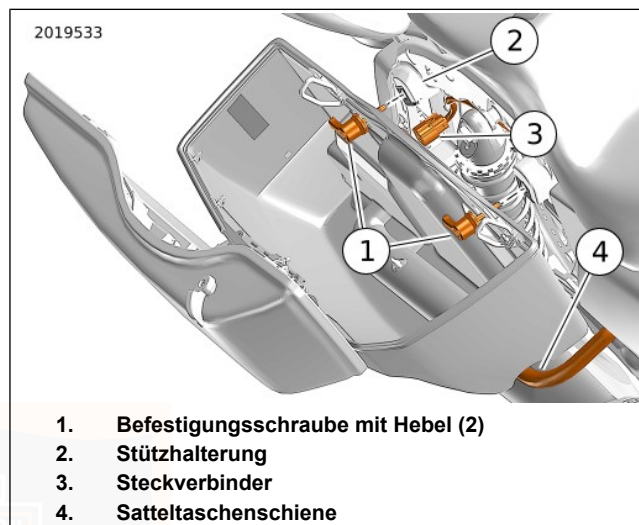

Abbildung 80. Ausbau/Einbau der Satteltasche
2. Siehe Abbildung 80. Die Hebel (1) der Befestigungsschrauben gegen den Uhrzeigersinn drehen, um die Befestigungsschrauben von der Stützhalterung zu entfernen.
1. Siehe Abbildung 80. Die Satteltasche behutsam in die Einbaustellung auf der Satteltaschenschiene (4) bringen. Die Befestigungstüllen an der Stützhalterung (2) ausrichten.
3. Siehe Abbildung 80. Die Befestigungsschrauben (1) durch die Tüllen in der Stützhalterung (2) einbauen. Die Hebel im Uhrzeigersinn drehen und die Befestigungsschrauben so anziehen, dass die Hebel wie dargestellt nach unten zwischen der 3-Uhr- und 9-Uhr-Stellung zeigen.